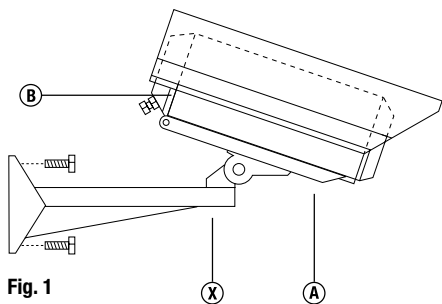

Fig. 1
1. Fijar el soporte (X) en la posición deseada. Utilizar tornillos de $\varnothing 8\text{mm}$ provistos de los tapones adecuados (fig. 1).
2. Aflojar el tornillo (A) desatornillar los tornillos (B) con la llave hexagonal de 4mm (fig. 1). Para un mejor acceso a los tornillos (B), desplazar hacia adelante el parasol.